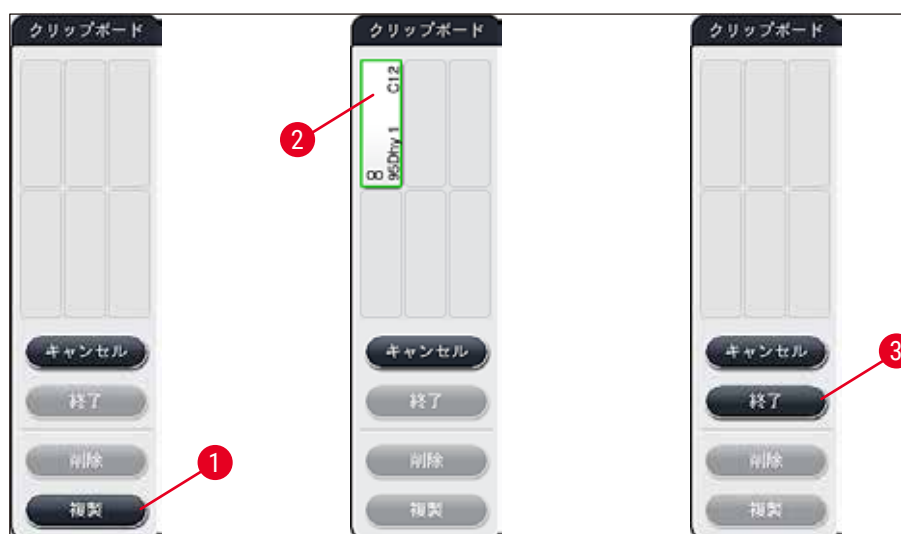

図54
2. 続いて表示される情報メッセージに目を通し、「OK」で確認します。新しい「クリップボード」(→「図 54」) ウィンドウが開きます。